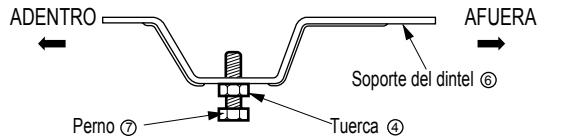

Fig. 3
- Corte el sellode chasis de la ventana a la longitud apropiada. Pele el resfuerzo y aplique la Cinta de Espuma a la parte inferior del chasis de la ventana. FIG.3
3. Arme de modo flojo el soporte del dintel ⑥ usando las partes que se muestran en Fig. 3.